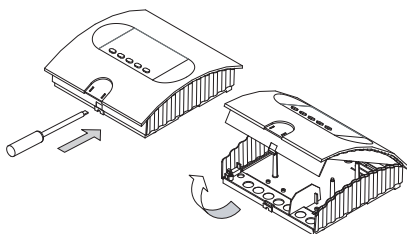
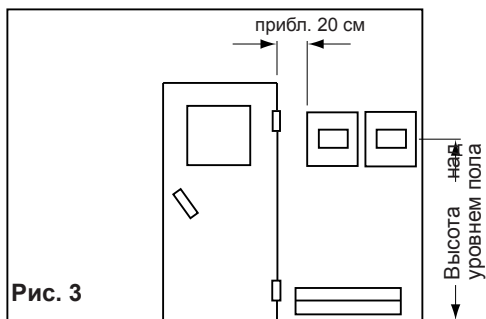

Рис. 1
Рис. 3
1. Снимите обшивку прибора управления. Для этого нажмите плоской отверткой с внутренней стороны на крепежный язычок и, повернув, вытяните верхнюю часть корпуса вверх (рис. 1). Отверстия Ø 3 мм для поставляемых вместе с прибором шурупов 4 x 20 мм просверливаются в соответствии с указанными на рис. 3 + 3.1 размерами.